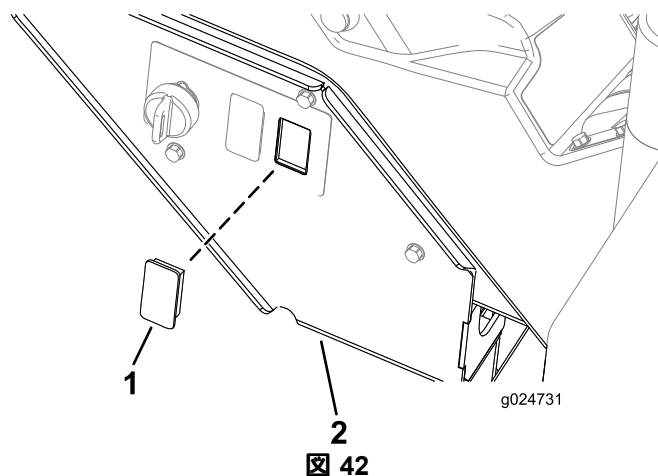

図 42
1. サイドコンソールのマウントにあるコントロールパネルについている、ハザードスイッチ用のプラグを打ち抜く 図 42。